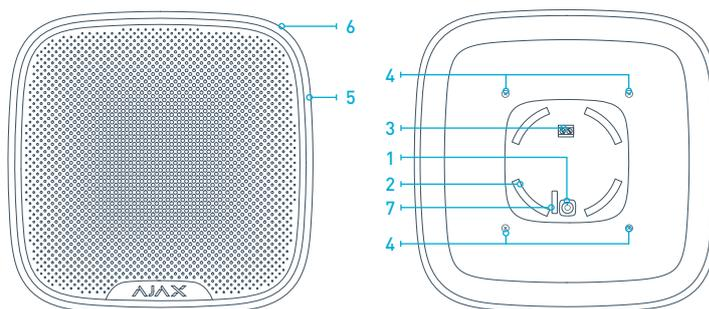
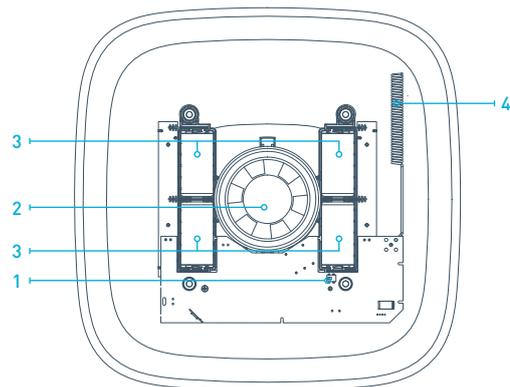

РИС. 1. Сирена
РИС. 3. Батарейный отсек
4.1 Перед установкой сирены обязательно нужно зарегистрировать ее в охранной системе Ajax. Для регистрации сирены необходимо в мобильном приложении Ajax или браузере зайти во вкладку «Устройства» и нажать кнопку «Добавить устройство», а затем выполнять подсказки мастера добавления устройств. В ходе процесса добавления устройства нужно будет включить сирену. Сирена включается/выключается зажатием кнопки «1» (РИС.1) на три секунды. В момент включения исправная сирена должна мигнуть всеми красными светодиодами «5» (РИС.1). Запрос на регистрацию в охранной системе передается только в момент включения сирены! Если регистрация сирены в охранной системе по какой-то причине не произошла, сирена после включения должна 6 раз мигнуть одним светодиодом «6» (РИС.1) с периодичностью раз в секунду, после чего автоматически выключается, быстро мигнув 3 раза всеми светодиодами. После этого сирену снова можно включать. Если сирена была удалена из списка зарегистрированных в охранной системе устройств, то она также мигает светодиодом 6 раз и затем автоматически выключается.
При вскрытии корпуса сирены тревога генерируется всегда и ее невозможно отключить в настройках сирены! При снятии задней крышки сирены для замены батареек, сначала выключите сирену кнопкой «1» (РИС.1), зажав ее на 3 с. При выключении сирена должна включить все светодиоды на 1 с а затем мигнуть ими 3 раза.
6.1 Когда сирена находится в режиме охраны, она сигнализирует об этом при помощи светодиода «б» (РИС. 1), кратковременно мигая им через каждые 30 секунд. По умолчанию функция мигания светодиода выключена, при желании ее можно включить в настройках сирены используя мобильное приложение или браузер.
8.2 Своевременно заменяйте батареи питания на новые! При разряде батарей сирена передает соответствующий сигнал на централь сигнализации. Также, когда батареи разряжены, постановка и снятие сирены с охраны сопровождаются однократным включением и плавным гашением светодиодного индикатора. Для замены батарей сначала в настройках сирены отключите тревогу на снятие, затем снимите сирену и выключите ее зажав кнопку включения на 3 секунды. После этого открутите 4 самореза «4» РИС.1 на тыльной стороне корпуса и снимите верхнюю крышку сирены. Замените 4 батареи «battery» (РИС. 3) на новые, типа CR123A, соблюдая полярность. После замены батарей обязательно проверьте работоспособность сирены!